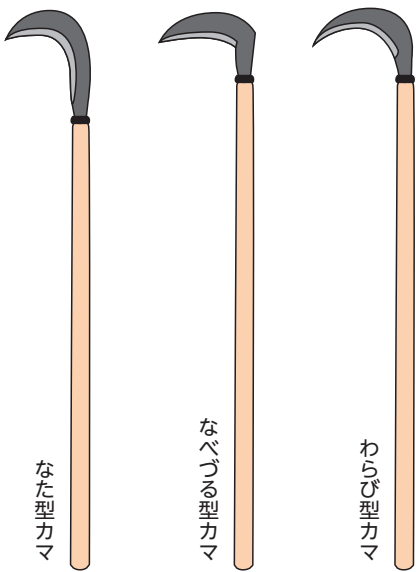
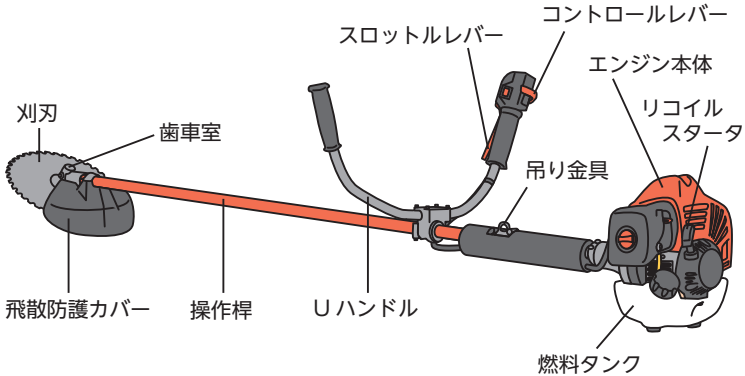
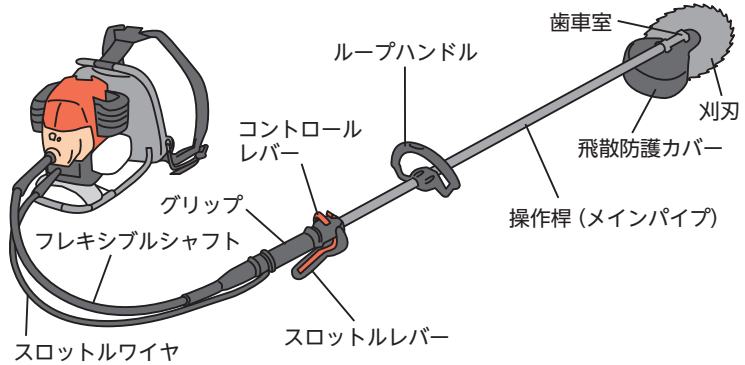

図8-3 下刈りに使う大ガマ
図8-4 肩掛式刈払機(Uハンドル)
図8-5 背負式刈払機
カマは、片手で使うカマのほか、両手で使う大ガマがあります(図8-3)。また、刈払機には、①肩掛式刈払機(Uハンドル)が一般的ですが、他に②背負式刈払機があります(図8-4、図8-5)。
刈払機の型式は、操作桿に装着されている吊金具を肩に掛けるバンドに吊して操作する肩掛式刈払機(Uハンドル)(図8-4)とエンジン部を背中に背負い、操作桿に付いているグリップ、またはループ型のハンドルを握り、操作する背負式刈払機(図8-5)があります。